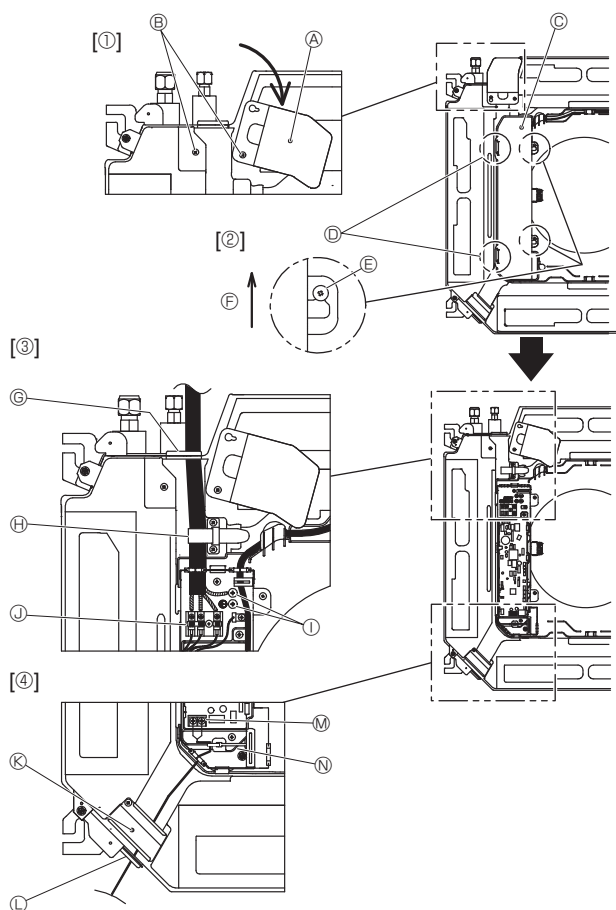
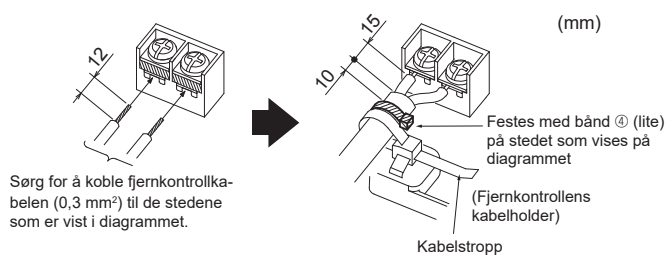

Fig. 6-1
Fig. 6-3
6.1. Innendørsenhet (Fig. 6-1)
- Løsne de to skruene som holder på plass servicepanelet for elektriske ledninger, og snu deretter servicepanelet for elektriske ledninger. [Fig. 6-1 ①]
- Løsne de to skruene som holder på plass lokket på den elektriske koblingsboksen, og skyv deretter av lokket på den elektriske koblingsboksen. [Fig. 6-1 ②]
- Før strømkabelen, innendørs-/utendørsenhetens tilkoblingskabel og jordledningen gjennom kabelåpningene, som vist i diagrammet. [Fig. 6-1 ③]
Hvis du ikke kan bruke runde kabelsko, se Fig. 6-3 til 6-6.
- Før fjernkontrollkabelen gjennom de respektive ledningsåpningene, som vist i diagrammet. [Fig. 6-1 ④, Fig. 6-3]